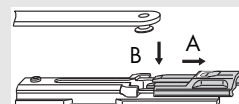

Figura 1
- L** Posizionare il nastro basculante LM 4200 (2) in base ai dati a pagina 6 e fissare con viti a testa svasata M5 x 7 (coppia $2,5 \pm 0,25$ Nm).
- Posizionare i pozzetti (3) in base ai dati a pagina 7 e serrare con perno filettato (coppia $1,5 \pm 0,25$ Nm).
- A** Spingere indietro la sicurezza anti-trazione della battuta (14) (figura 1).
- B** Inserire il rivetto a testa smussata della forbice anta a ribalta (15) nella guida prevista (figura 1).